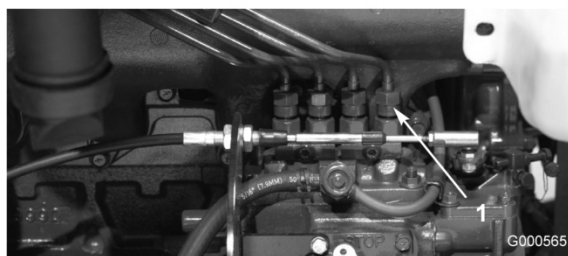

Figura 40
1. Liberte a tubagem que se encontra ligada ao injector nº 1 e à estrutura de suporte da bomba de injeção (Figura 40).